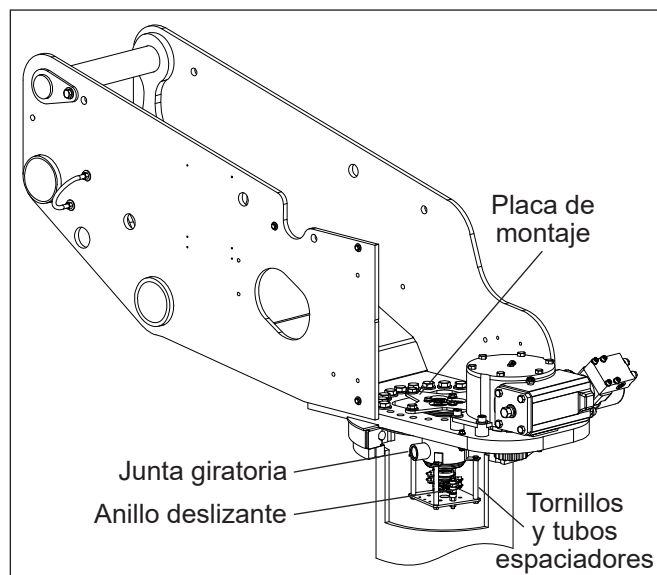

Figura 7.3 — Anillo deslizante
1. Retire los tornillos y los tubos espaciadores que conectan el anillo deslizante con la junta giratoria (consulte la Figura 7.3).
2. Inserte un tornillo de montaje para el anillo deslizante a través de un tubo espaciador. Instale el tornillo a través de la parte inferior de la junta giratoria y dentro del anillo deslizante. Repita este paso para los otros tornillos y los tubos espaciadores que conectan el anillo deslizante con la junta giratoria (consulte la Figura 7.3).